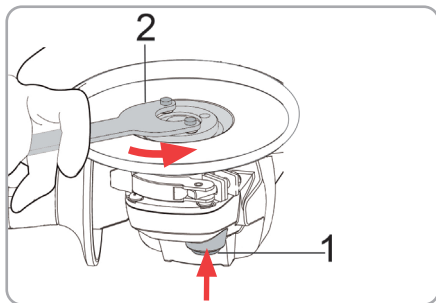

Fig.7
- Apăsați puternic pârghia de blocare a axului astfel încât arborele să nu se poată roti Fig. 7 (1).
- Folosiți cheia pentru piuliță și strângeți ferm în sens orar. Fig. 7 (2).